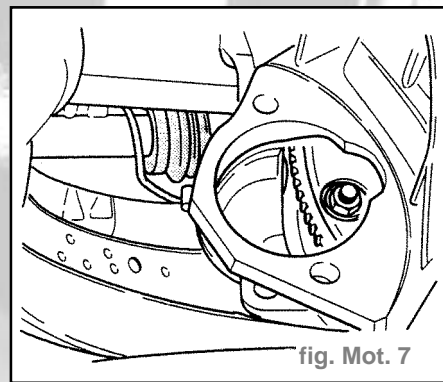

fig. Mot. 7
- Désolidariser le convertisseur de couple du disque d'entraînement (3 écrous de fixation) (fig. Mot. 7).